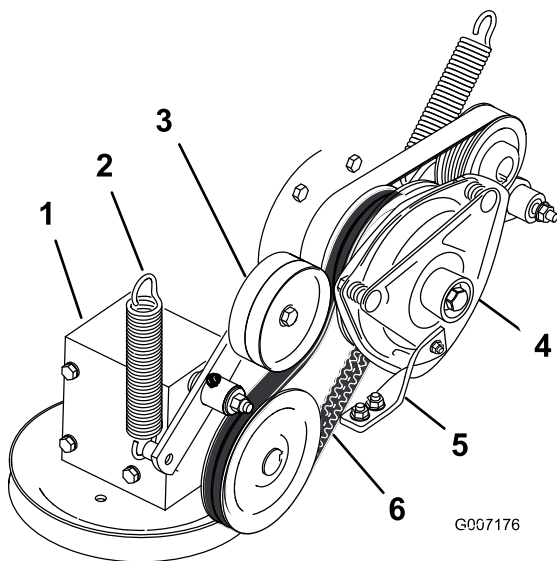

Figura 88
4. Retire a mola do braço do tambor falso (Figura 88).
7. Instale a correia de transmissão da PTO em torno da polia da embraiagem e da polia da caixa de velocidades (Figura 88).
9. Instale a mola no braço intermédio (Figura 88).